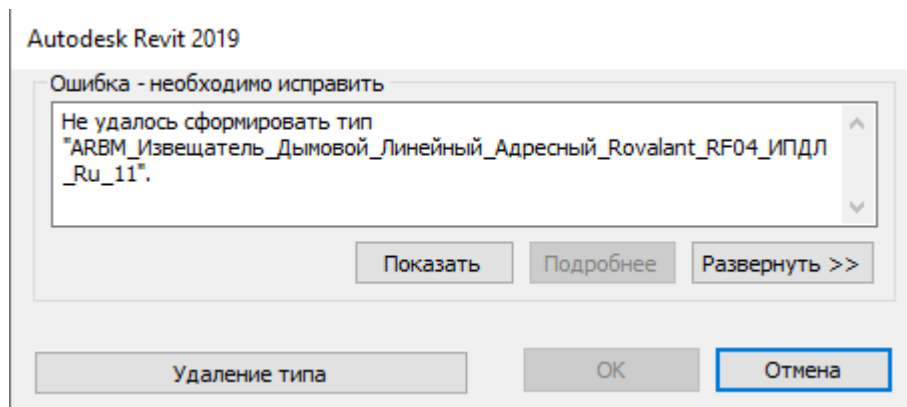

Рис. 3. Ошибка при смещении УГО на радиус более 1000 мм, относительно точки вставки семейства.
5. **ВАЖНО для корректной работы семейства:** Радиус смещения УГО (с учетом особенностей, изложенных в п.5) относительно точки вставки семейства должен быть не более 1000 мм, иначе возникнет ошибка, см. рис. 3.